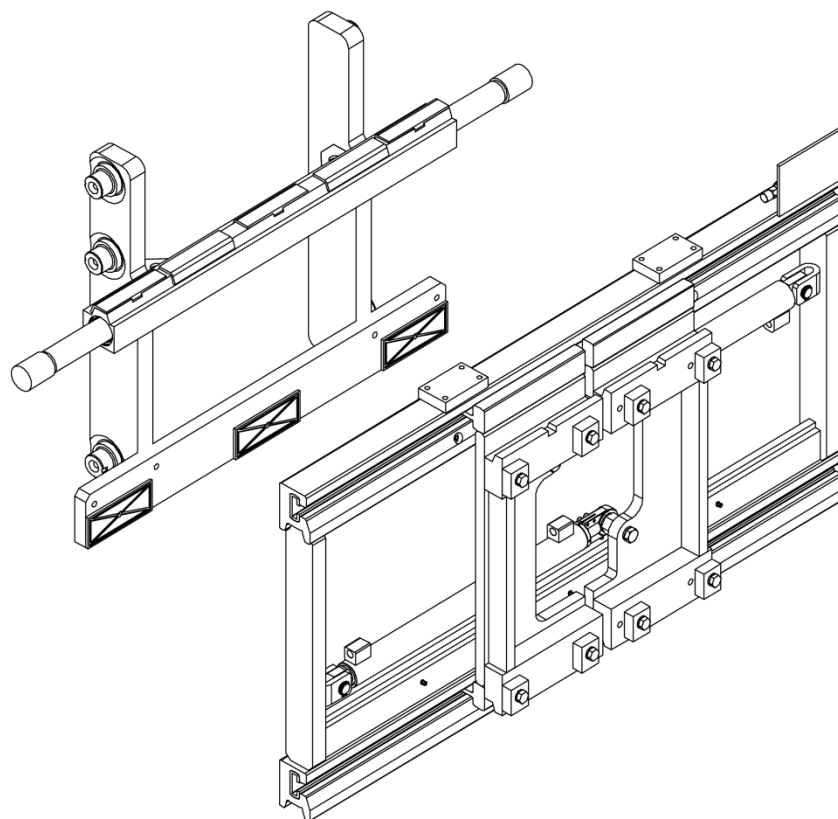

Figura 6
8. Posicionar la estructura trasera (mira *Figura 6*).